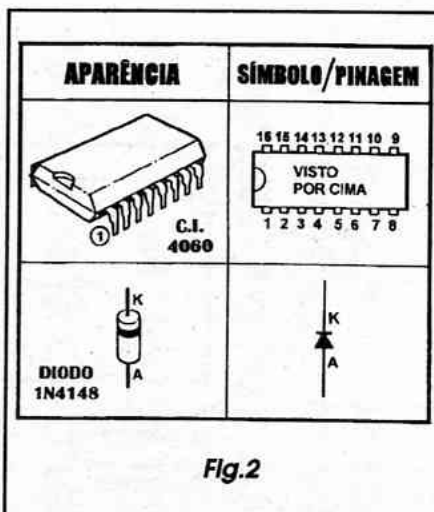
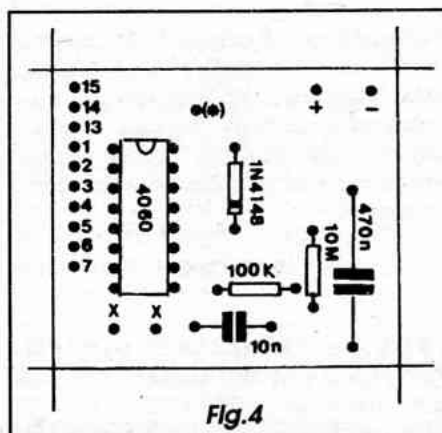

Fig. 2
Fig.4
- FIG. 2 - PRINCIPAIS COMPONENTES DA MONTAGEM - Como as lições (incluindo a PRÁTICA...) do AB-CDE constituem uma *ilha* especial dentro de APE, excepcionalmente mostramos aqui detalhes bem *mastigadinhos* sobre os componentes principais das montagens, principalmente no que diz respeito às suas aparências, pinagens, símbolos, identificações de polaridades das *pernas*, etc. Os dois únicos componentes polarizados da montagem são o Integrado 4060 e o diodo 1N4148, ambos mostrados com os referidos detalhes, na figura...
- FIG. 4 - CHAPEADO DA MONTAGEM - sobre o lado não cobreado da placa (mostrado no diagrama, em escala 1:1...) ficam praticamente todos os componentes do circuito (menos a alimentação, o interruptor e o transdutor...), conforme arranjo claramente estilizado na figura... Observar, principalmente, a orientação do integrado e do diodo, componentes *polarizados* (rever, se preciso, a FIG. 2). Já quanto aos resistores e capacitores comuns (não polarizados), o único requisito é que tenham seus valores corretamente *lidos* antes da sua colocação na placa, de modo que não ocorram trocas de lugar... Quanto a tais procedimentos, o leitor/aluno que ainda tiver dúvidas pode recorrer ao TABELÃO APE... Terminadas as soldagens, uma boa verificação deve ser feita, sempre comparando a montagem real com os gabaritos mostrados nas figuras da presente *lição*... Cortam-se, finalmente, as sobras dos terminais dos componentes, pelo lado cobreado da placa, antes porém verificando as condições dos pontos de solda, e corrigindo eventuais deficiências encontradas nos ditos cujos...